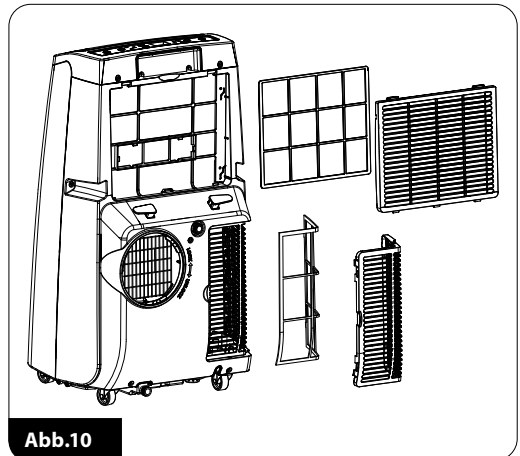

Abb.10
- Entfernen Sie die oberen (13) und unteren (8) Lufteinlassgitter aus dem hinteren Gehäuse der Klimaanlage und entfernen Sie die Filter von den Innenseiten der Gitter (Abb.10), indem Sie die Verriegelungen vorsichtig anheben (mit Vorsicht vorgehen, um die Filter oder Gitter nicht zu beschädigen).